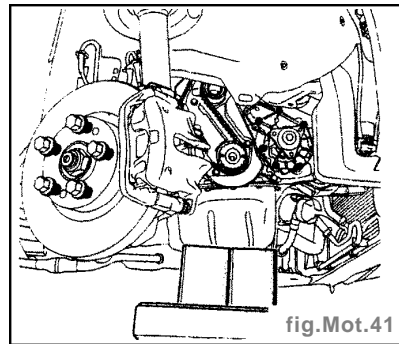

fig. Mot.41
- Lever le véhicule de façon à caler le moteur du côté droit sur un appui plan équipé d'une cale en bois (fig. Mot. 41).